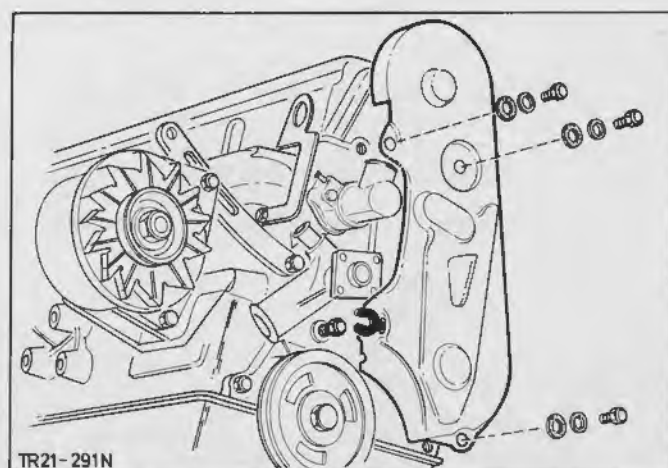

Fig.68. Monter tandremsdækslet
59. Monter tandremsdækslet, Fig.68.